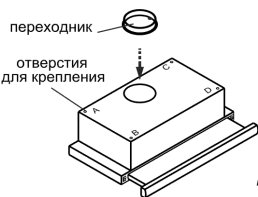
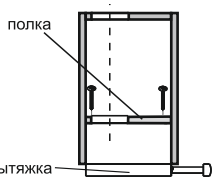

рис. 4
рис. 5
- 6.1 Установите пластиковый переходник и зафиксируйте его защелками (рис. 4).
- 6.3 Крепление кухонной вытяжки к верхней полке над плитой (рис. 4, рис. 5):
- вырежьте дополнительное отверстие в полке шкафа (рис. 5) для воздуховода при работе в режиме «вытяжки» и для свободного прохождения воздуха при работе в режиме «рециркуляции».
- снимите алюминиевый фильтр (рис. 4);